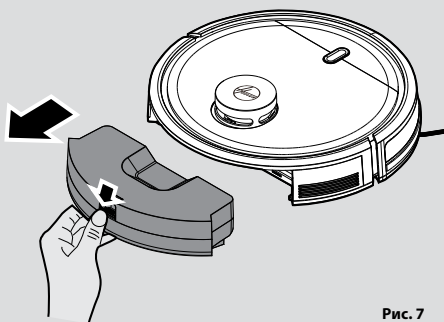

Рис. 7
2. Если требуется дополнительное техническое обслуживание, нажмите отпущенную кнопку и извлеките пылесборник. [Рис. 7]
1. После уборки пылесосом нажмите кнопку извлечения пылесборника и вытяните его. [Рис. 7]